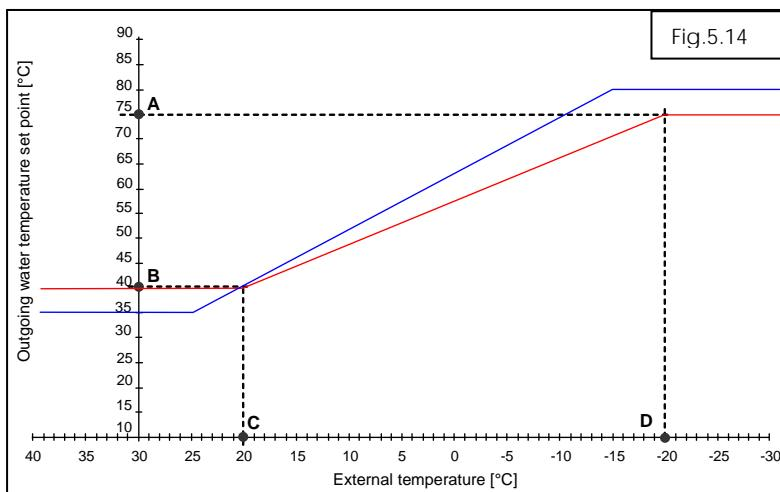

Fig.5.14
- Parametrul **SP:00=1**. În acest caz, temperatura agentului termic este ajustată conform condițiilor climatice din exterior, asigurând un confort ridicat și o economie de energie. Astfel, dacă temperatura exterioară crește, temperatura agentului termic scade corespunzător unei "curbe de compensare" (fig.5.14). Poziția punctelor A, B, C și D, care definesc aceste curbe, sunt determinate după cum urmează:
Graficul compensării climatice fig. 5.14 arată: